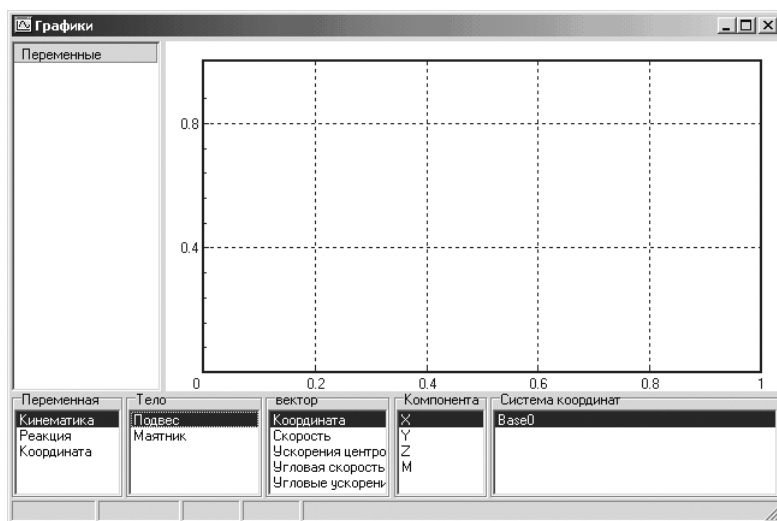

Рис. 1.55. Отдельное графическое окно с выделенными пунктами в **Мастере переменных** по умолчанию
- щелкните на панели инструментов системы **Универсальный механизм** по кнопке  – **Открыть графическое окно**. Появится отдельное графическое окно с **Мастером переменных**, расположенным в нижней части окна, см. рис. 1.55;